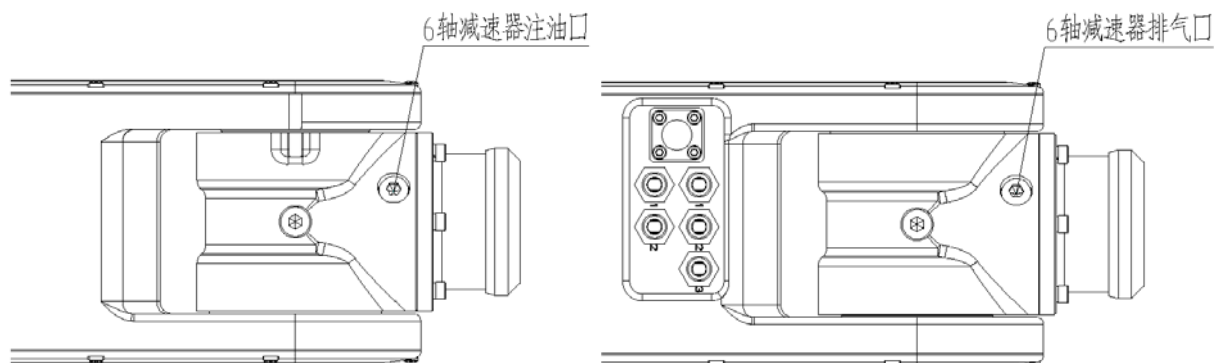

图 14 J6 轴减速机局部结构
- ① 取下 J6 轴排气口的螺丝堵；
- ② 取下注油口的螺丝堵，在注油口上安装 M6 油嘴；
- ③ 用油枪从注油口为 J6 轴注入润滑脂（参考图 14 J6 轴减速机局部结构）；